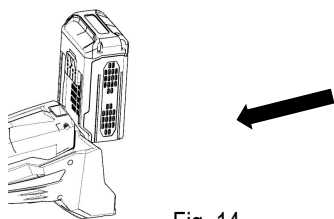

Fig.14
1. Insérez la batterie dans son logement jusqu'à ce que vous entendiez un "clac" clair (Fig. 14).